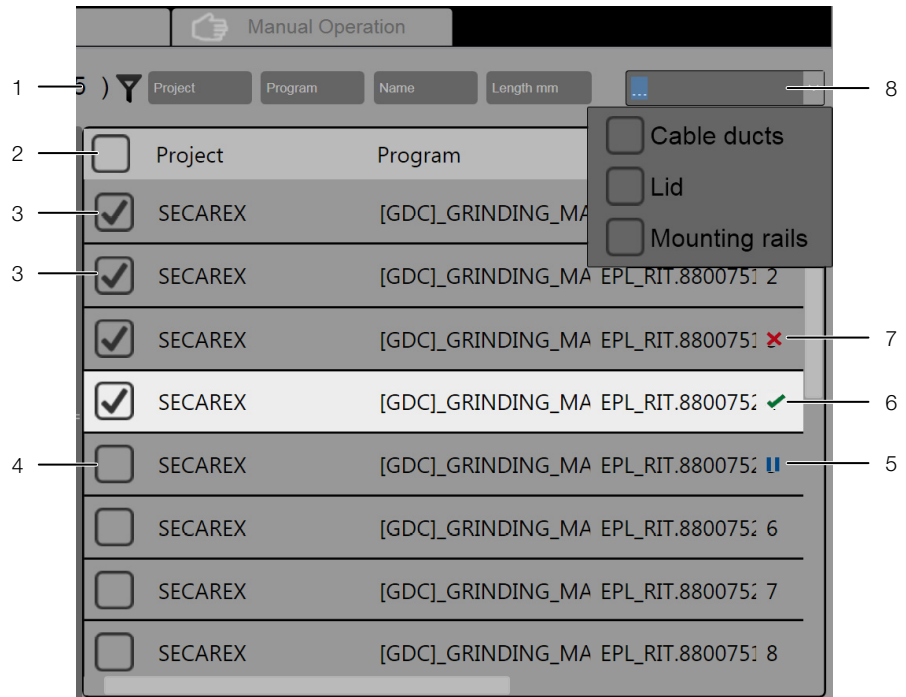

图 10: “准备”选项卡 - 生产列表
- 请激活各个部件之前的复选框，以便于逐个选择所需部件（图 10，位置 3）。
- 请点击您需要加工的工件“EF”列中的按键“<>”（图 10，位置 8）。将显示“运行”选项卡，以便于执行实际加工工作（参见章节 6.3.4“执行加工（运行）”）。